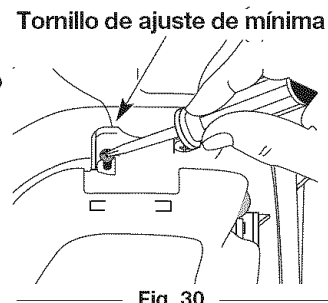

Fig. 30
La velocidad mínima del motor puede ser ajustada. Puede tener acceso al tornillo de ajuste de mínima a través de un orificio en la parte superior de la cubierta del motor (Fig. 30).
1. Apague el motor y espere que se enfríe. Retire los seis (6) tornillos de la parte posterior de la tapa del motor con destornillador de cabeza plana o Torx No. T-25 (Fig. 30).